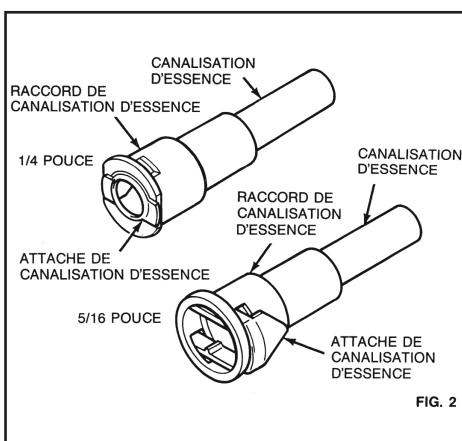

FIG. 2
- B) Consultando la Fig. 2, instale las grapas de retención nuevas de la línea de combustible, de 1/4" estilo pico de pato y la de 5/16" en forma de horquilla, en sus respectivos conectores de la línea de combustible. Con el retenedor de 1/4" estilo pico de pato instalado adecuadamente, los bordes dentados deben sobresalir a través de la abertura lateral del conector de la linea de combustible. La grapa estilo de horquilla está instalada con la porción triangular de la horquilla retirada de la abertura del conector de la linea de combustible.
- B) Reportez-vous à la figure 2 et posez les nouvelles attaches des canalisations d'essence (attaches de 1/4 po en bec de canard et de 5/16 po en épingle à cheveux) dans les raccords de dimension correspondante des canalisations. Lorsque l'attache de 1/4 po en bec de canard est posée correctement, les bords dentelés doivent ressortir par l'orifice de côté du raccord de canalisation. L'attache de 5/16 po en épingle à cheveu se pose de manière que la partie triangulaire de l'attache soit tournée à l'opposé de l'orifice du raccord de canalisation.